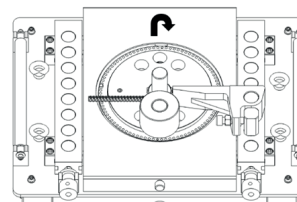

Рис. 4. Подача арматуры справа
- установите переключатель фаз (K5) (при наличии) в требуемое положение. При подаче арматуры справа (см. рис. 4), переключатель устанавливается в положение 1 (по часовой стрелке). В моделях VPK Г-40 и VPK Г-42 фазы питания двигателя переподрключаются вручную;
- если поворотный диск вращается по часовой стрелке, упор устанавливается справа (см. рис. 4);